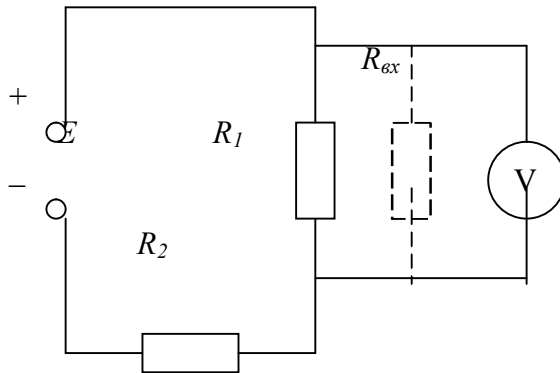

Рис. 3 Измерение напряжения на участке электрической цепи.
**Задача 4.** Для измерения напряжения на резисторе  $R_1 = 1$  кОм (см. рис.3) включен вольтметр класса точности  $K_{П}$  с конечным значением шкалы  $U_{ном}$  и  $R_{вх} = 5$  кОм показания вольтметра  $U_{\alpha}$ , напряжение источника  $E$ ;  $R_2 = 9$  кОм. Определить действительное значение измеряемой величины напряжения; погрешности, обусловленные методом измерения и классом точности прибора.